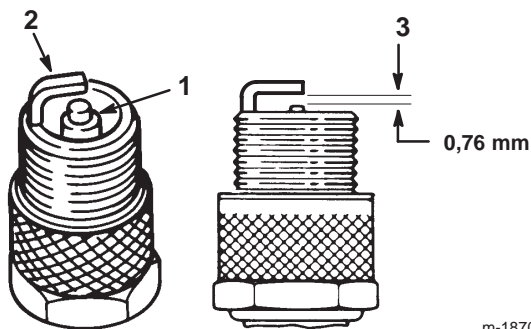

Bild 24
1. Sehen Sie sich die Mitte der Zündkerze an (Bild 24). Wenn der Kerzenstein hellbraun oder grau ist, ist der Motor richtig eingestellt. Eine schwarze Schicht am Kerzenstein weist normalerweise auf einen schmutzigen Luftfilter hin.
2. Prüfen Sie den Abstand zwischen den mittleren und seitlichen Elektroden (Bild 24) und biegen die seitliche Elektrode bei falschem Abstand zurecht.